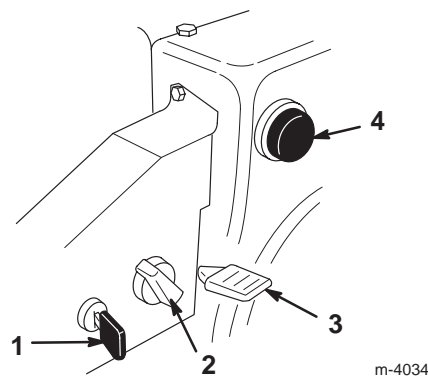

Figure 20
- **Clé de contact** (Fig. 20)—Insérez la clé dans le commutateur d'allumage avant de mettre le moteur en marche. Pour couper le moteur, retirez la clé de contact.
- **Starter** (Fig. 20)—Pour mettre en marche un moteur froid, tournez la commande de starter dans le sens des aiguilles d'une montre à la position *en service*. À mesure que le moteur se réchauffe, tournez progressivement le starter dans le sens anti-horaire jusqu'à la position *hors service*.
- **Commande d'accélérateur** (Fig. 20)—Déplacez la manette vers le haut pour augmenter le régime du moteur, ou vers le bas pour le réduire. Réglez la manette d'accélérateur en position d'*Arrêt* pour arrêter le moteur.
- **Amorceur** (Fig. 20)—Appuyez sur l'amorceur pour envoyer une petite quantité d'essence dans le moteur afin de faciliter le démarrage par temps froid.
2. Retirez la clé de contact du commutateur d'allumage (Fig. 20).
3. Enlevez le bouton de starter (Fig. 20).
5. Tournez le starter en position *en service* (Fig. 20).
6. Insérez la clé de contact (Fig. 20).
7. Couvrez l'orifice central de l'amorceur (Fig. 20) avec le pouce et appuyez sur l'amorceur à trois reprises, en marquant une pause à chaque fois.
9. Dès que le moteur a démarré, tournez le starter (Fig. 20) à la position 3/4. A mesure que le moteur se réchauffe, tournez le starter à la position 1/2. Quand le moteur est suffisamment chaud, tournez le starter à la position *hors service*.